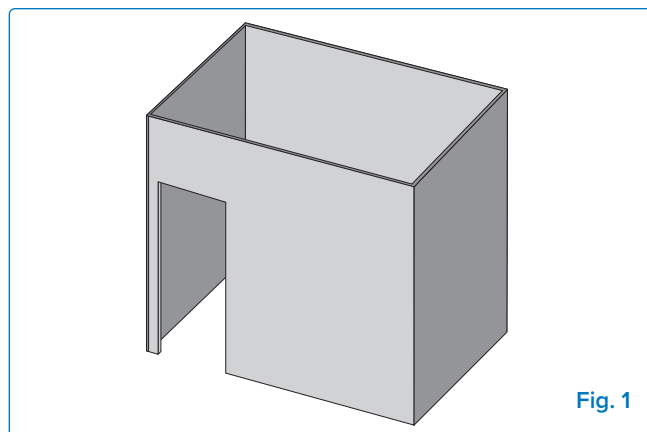

Fig. 1
- L'apparecchio è considerato all'aperto se installato in un riparo con pareti su tre lati ma senza copertura superiore. **(Fig. 1).**